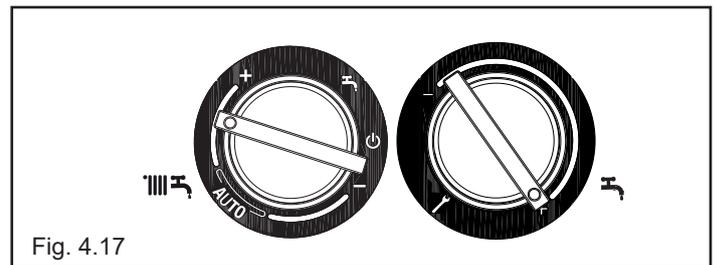

Fig. 4.17
portare il selettore temperatura acqua riscaldamento al valore massimo, selettore in corrispondenza del + (Fig. 4.17)
- portare il selettore temperatura acqua riscaldamento al valore massimo, selettore sul simbolo **+** (Fig. 4.17)